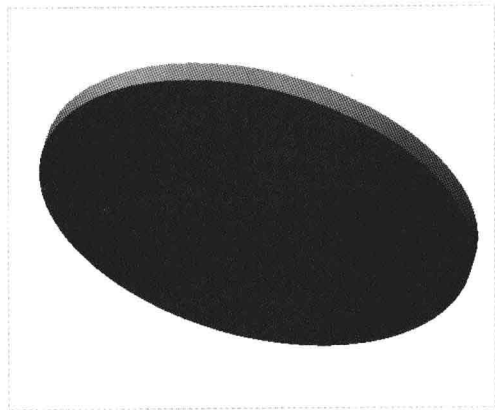

图 14-45 创建拉伸特征
Step 02 在“拉伸”选项卡中的“输入侧 1 的深度值”数值框中输入 2.5,单击“应用并保存在工具中所做的所有更改,然后关闭工具操控板”按钮,完成拉伸特征的创建,如图 14-45 所示。